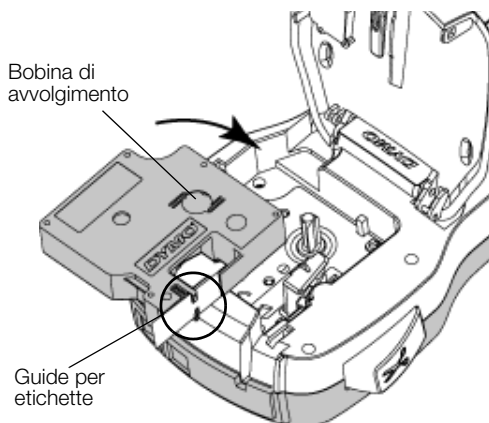

Figura 5
- 2 Verificare che il nastro sia ben teso lungo l'apertura della cartuccia e che passi tra le guide. Vedere la Figura 5.